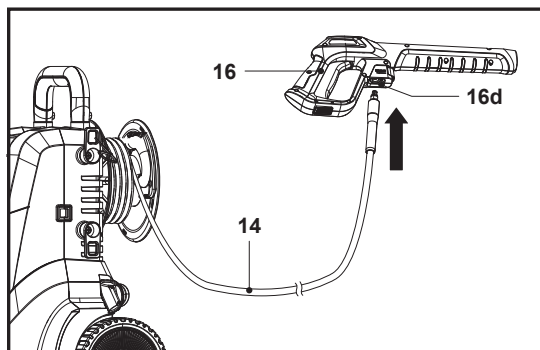

Fig. 7
1. Trage ușor de furtunul cu presiune (14) pentru a-l scoate. Sugerăm desfășurarea completă a furtunului cu presiune (14) înainte de utilizare.
2. Împinge capătul furtunului cu presiune (14) în racordul (16d) de pe pistolul pulverizator (16) până la capăt, când auzi un clic (fig. 7).